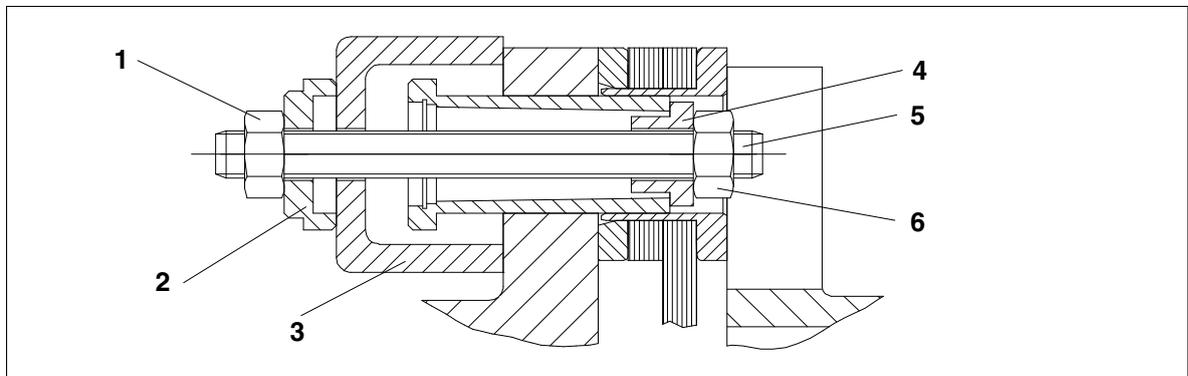
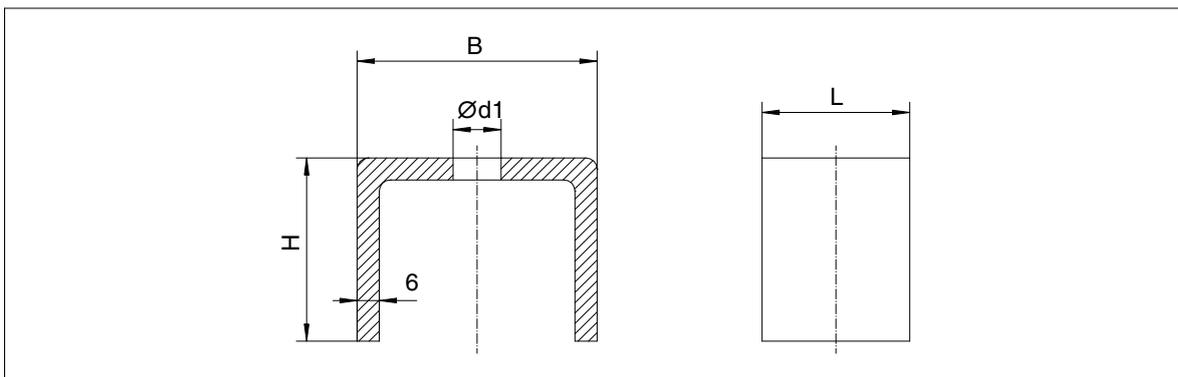
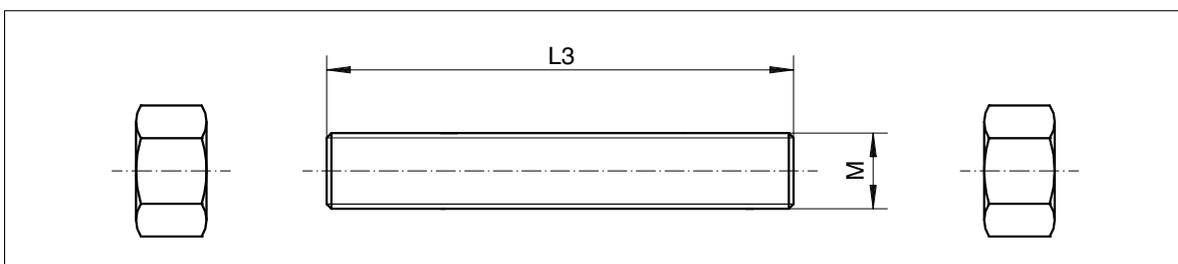

Fig. 7: Vue détaillée de la tige filetée
Fig. 8: Profilé d'extraction (acier en U 6 mm)
Fig. 10: Tige filetée et écrous
Extraire la douille conique hors de la bride ARPEX puis hors du paquet de lamelles. Pour ce faire, utiliser les moyens auxiliaires illustrés par les figures 8 jusqu'à figure 10 (le profilé d'extraction, la rondelle de démontage, la tige filetée et les écrous) ainsi que la rondelle (voir la figure 7).
- 1 x Tige filetée (figure 10)
- 2 x Écrou DIN EN 24032 (figure 10)
- 1 x Profilé d'extraction (figure 8)